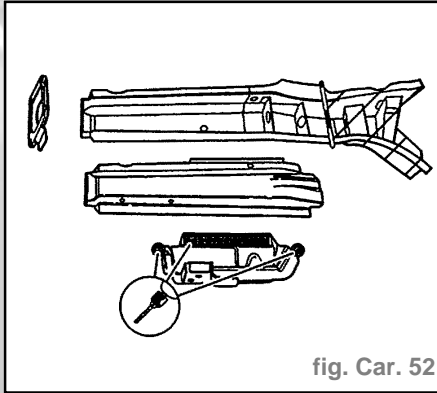

fig. Car. 52
- Reporter la ligne de coupe sur la pièce neuve et découper la zone hachurée (fig. Car. 52).